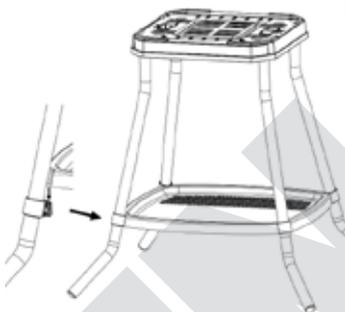

Fig. 2
4. Inserire la superficie d'appoggio inferiore [15] (Fig. 2). Nei tubi verticali sono presenti supporti [14] che vengono inserite nella superficie di stoccaggio.(Fig. 2).